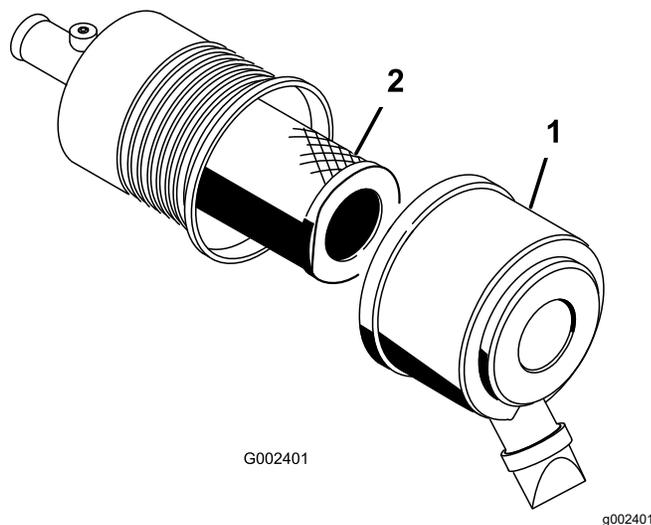

Рисунок 32
1. Освободите защелки воздухоочистителя и отделите крышку от корпуса воздухоочистителя (Рисунок 32).
3. Осторожно извлеките фильтр из корпуса воздухоочистителя (Рисунок 32).
5. Осторожно наденьте фильтр на трубчатый корпус (Рисунок 32).
6. Установите крышку воздухоочистителя таким образом, чтобы сторона, обозначенная как UP, была обращена вверх, и закройте защелки (Рисунок 32).